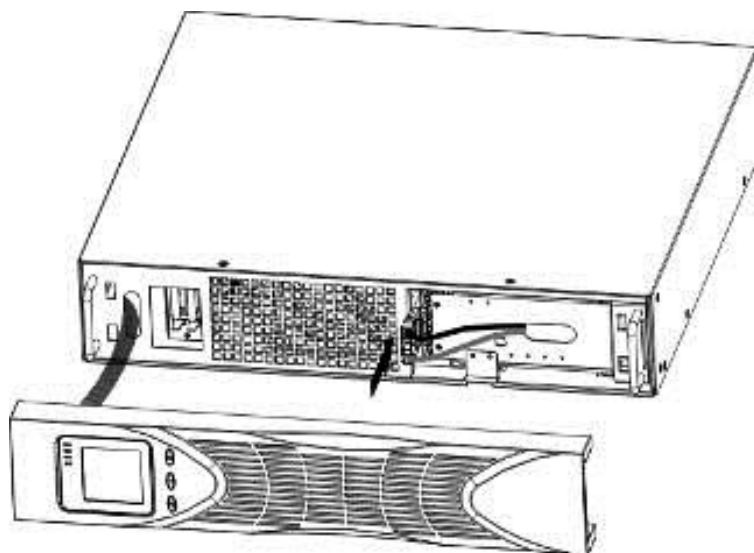

Рисунок 6. Подключение внутренних аккумуляторных батарей ИБП
- b) Подключите разъем внутренней аккумуляторной батареи (см. Рис. 6). Подключите красный вывод к красному, плотно соедините разъем, чтобы обеспечить соответствующее соединение.